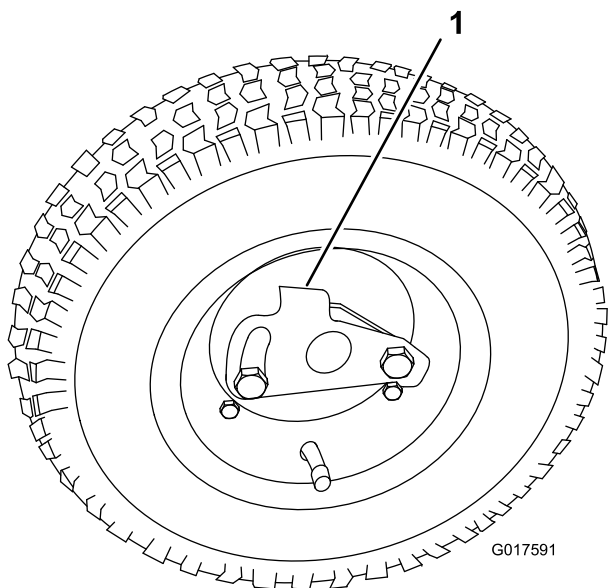

図 19
2. 車輪についているロッククリップが車軸に掛かるようにして車輪を六角シャフトに通す図 19。